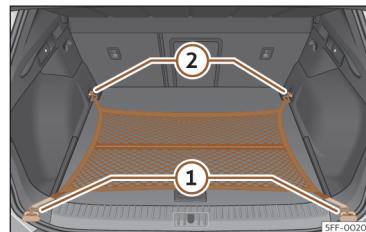

Fig. 189 Na bagageira: saco de rede fixado rente ao piso.
- Fixe os ganchos da rede nas argolas de fixação >>> **Fig. 189 ① e ② >>> ⚠.** O fecho de correr do saco deve ficar voltado para cima.